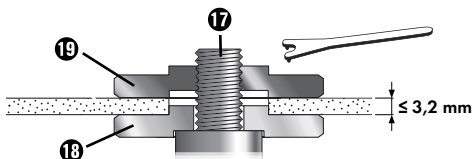

Fig. 1
**En présence de disques minces (voir figure 1)**